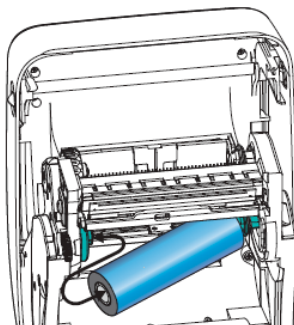

Figure 27
- L'imprimante étant ouverte, placer un nouveau rouleau de ruban sur les axes inférieurs du rouleau dans l'imprimante. Faire tourner le rouleau jusqu'à ce que les encoches soient alignées et le verrouiller dans le côté gauche du mandrin débiteur (voir Figure 27)